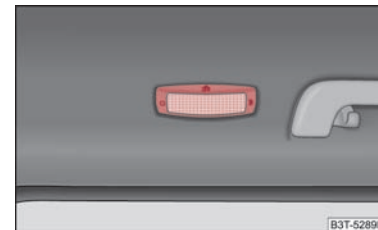

Abb. 57 Fahrzeuginnenbeleuchtung hinten
- Drücken Sie das Abdeckglas im Bereich des Symbols  => Abb. 57.